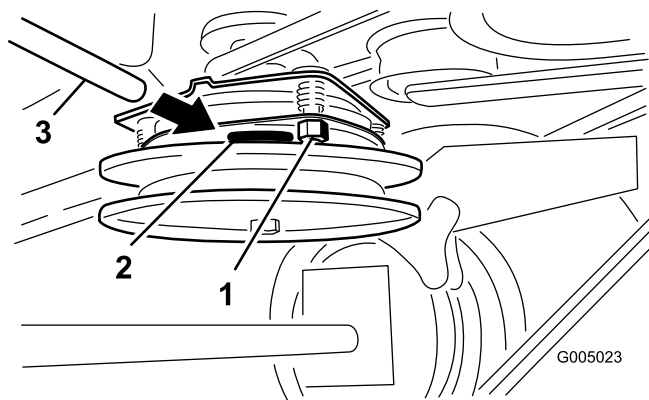

Figura 40
2. Aperte as porcas de bloqueio até que exista uma ligeira união do apalpa-folgas, mas possa ser facilmente movido dentro da folga de ar (Figura 40).